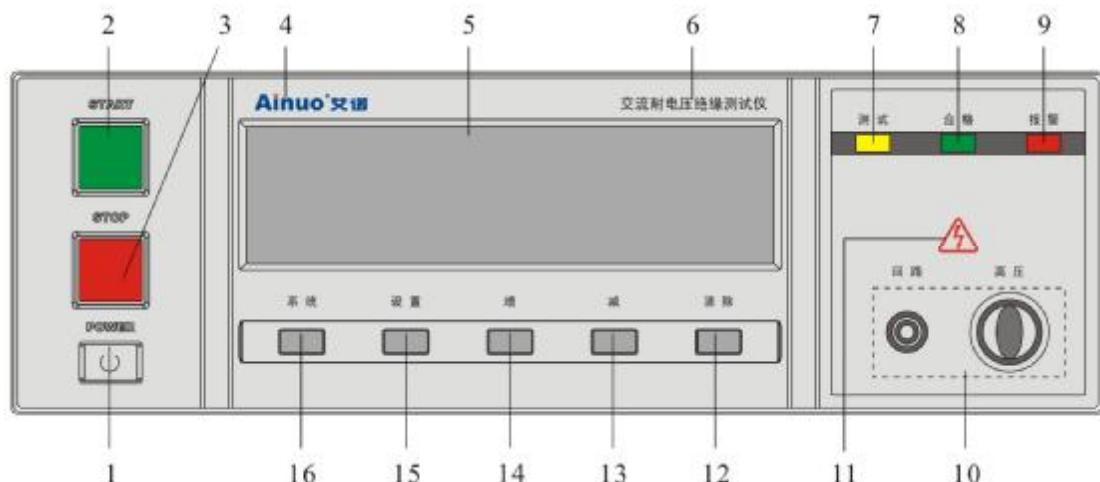

图 3.3.1 AN9632X 前面板示意图
AN9632X 系列测试仪前面板示意图，如图 3.3.1 所示。
6. AN9632X 系列交流耐电压绝缘测试仪名称, 图 3.3.1 所示是 AN9632X 交流耐电压绝缘测试仪。